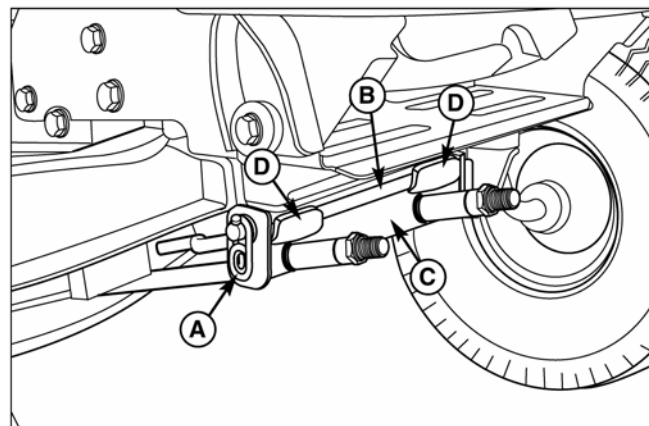

Рис. 6. Крепеж деки
6. Поверните колеса прямо. Поддерживайте подвеску (С, рис. 6). Снимите предохранительный зажим (А) и стержень (В). Опустите подвеску деки (С).
3. Поверните колеса прямо. Поднимите подвеску деки (С, рис. 6), вставьте стержень (В) в подвеску (С) и скобы трактора (D). Установите предохранительный зажим (А).